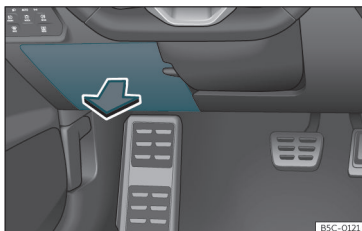

Fig. 51 En el tablero de instrumentos del lado del conductor: tapa de la caja de fusibles.
- **Abrir:** abata la cubierta hacia abajo >>> **fig. 51.**